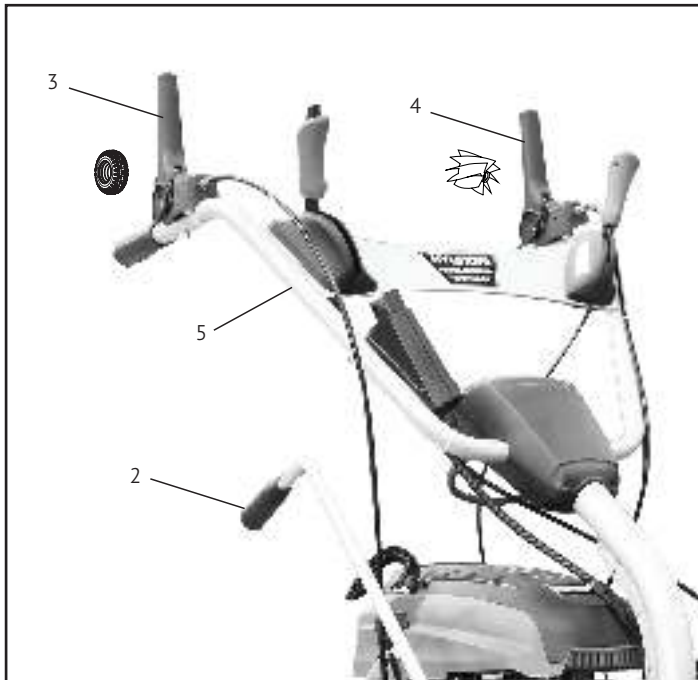

Рис. 10
Для эффективной работы щетку машины можно разворачивать вправо или влево на 25°. Для этого перемещайте рычаг 2 в одно из 4-х положений (Рис. 10).
Нажмите рукоятку 3 для начала движения, отпустите для остановки. Всегда отпускайте рукоятку перед переключением скоростей (Рис.10).
Нажмите рукоятку 4 (Рис. 10) для включения вращения щетки. Чтобы остановить вращение отпустите рукоятку.
- У подметальной машины есть несколько положений рабочей рукоятки 5 (рис. 10).